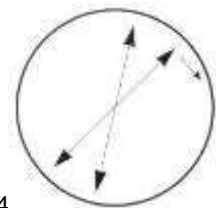
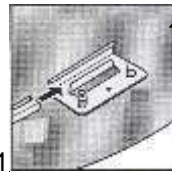

fig. 14
fig. 11
f) Colocar las guías inferiores curvadas azul (PCA) sobre las placas base (T1). Dejar un espacio de unos +/- 9 mm., fig. 11, 12, 13, entre los extremos de las guías. Comprobar la medida de su piscina con un metro, fig. 14.